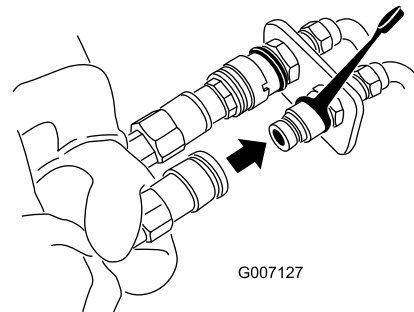

Figure 34
7. Poussez le raccord femelle de l'accessoire dans le raccord mâle du groupe de déplacement (Figure 34).